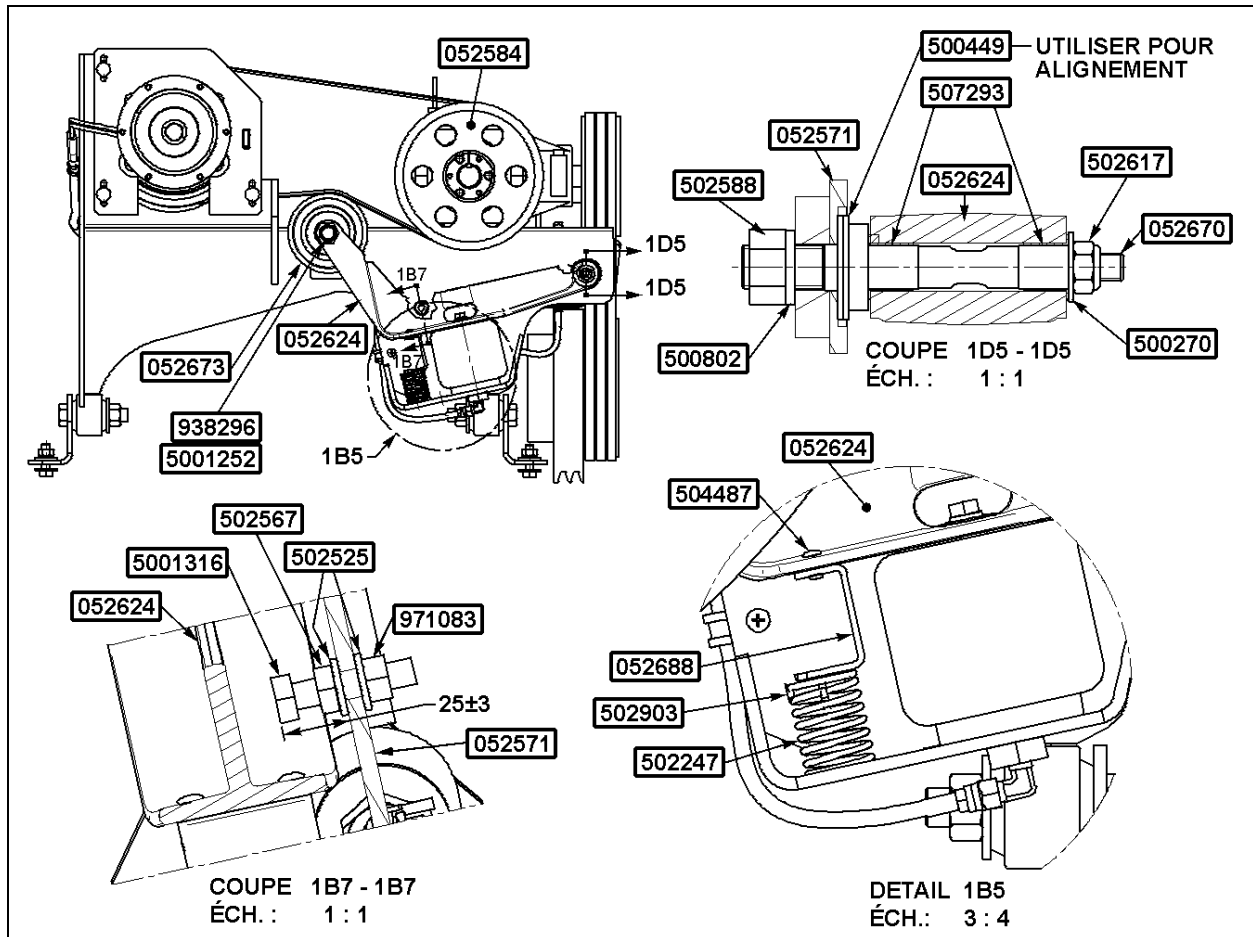

FIGURE 11
20. Installer la vis de butée (5001316) sur le socle de fixation et la fixer à l'aide de l'écrou hexagonal (502567) et de l'écrou Stover (971083), mettre une rondelle plate (502525) de chaque côté du socle. Régler la position de la vis selon les indications de la figure 11.